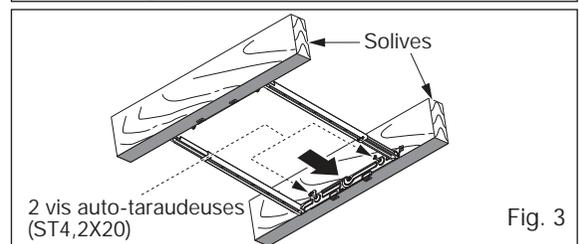

Fig. 3
3. Ajustez la longueur du support Flex-Z Fast™ selon l'espacement entre les solives et installez le support en perçant avec les 2 autres vis auto-taraudeuses qui sont fixées sur le support. (Fig. 3)